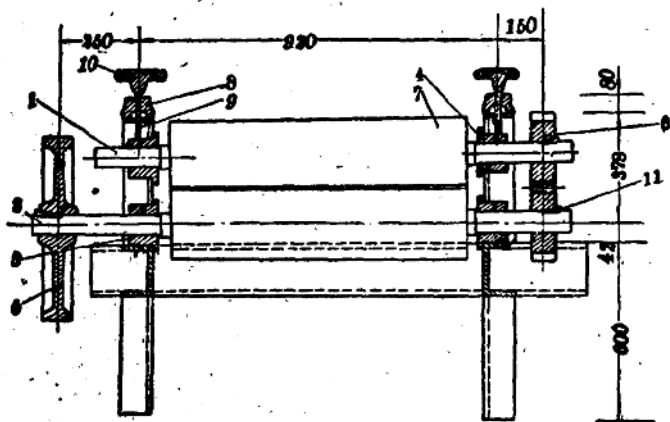

图 2-11 伸变机装配
(图中編号請看图2-11)
2. 制造說明: 按总体装配图2-11来装配。